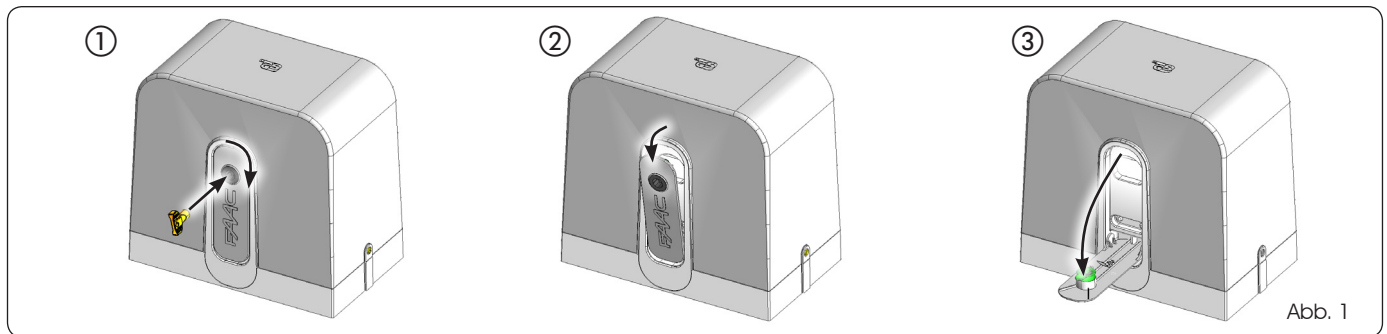

Abb. 1
1. Die Entriegelung gemäß Abb. 1 Bez. ① im Uhrzeigersinn drehen. Der Entriegelungshebel rückt leicht vom Körper des Antriebs ab (Abb. 1 Bez. ②).
2. Den Entriegelungshebel vollständig bis zum mechanischen Endanschlag absenken, Abb. 1 Bez. ③.